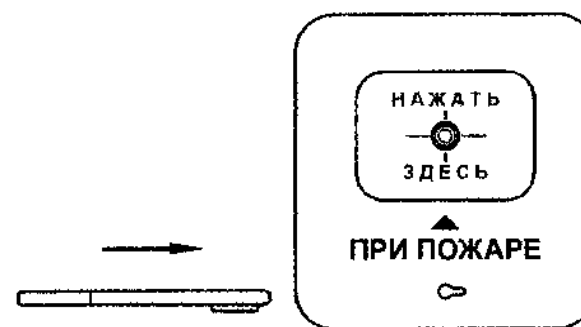

Рис. 1
- вставьте специальный ключ 8 из комплекта поставки извещателя в отверстие 6 в (см Приложение 1 и рис. 1);
- схема шлейфа сигнализации при подключении извещателя ИПР513-2 «АГАТ» P1 аналогична схеме, приведенной на рис. 1;